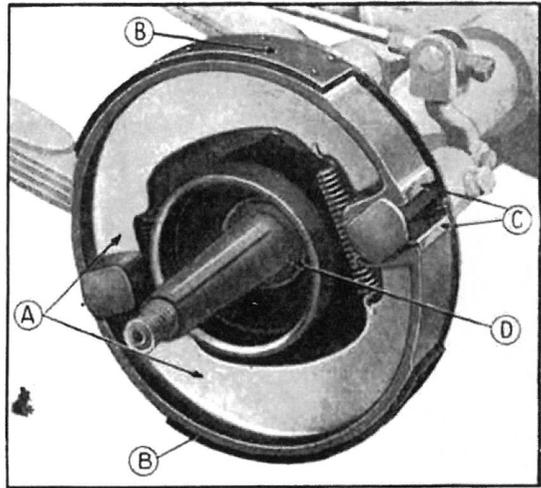

Fig. 211. — Démontage d'un moyeu de roue AR.
- 5—Enlever les segments de frein et leurs plaquettes (fig. 211).